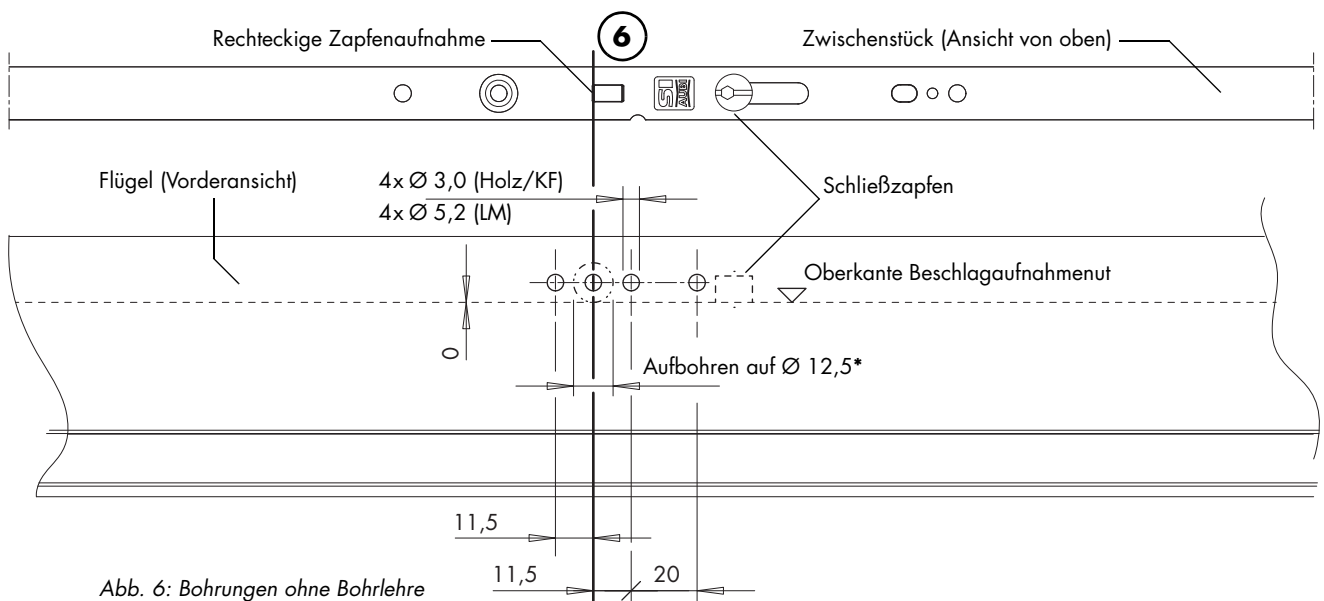

Abb. 6: Bohrungen ohne Bohrlehre
Referenzpunkt: vordere Kante der rechteckigen Zapfenaufnahme des Zwischenstücks (Abb. 6).
- II. Bohrung für Eckumlenkung mit $\varnothing 12,5$ mm aufbohren (Seite 5, Abb. 6 und Seite 6, Abb. 9).